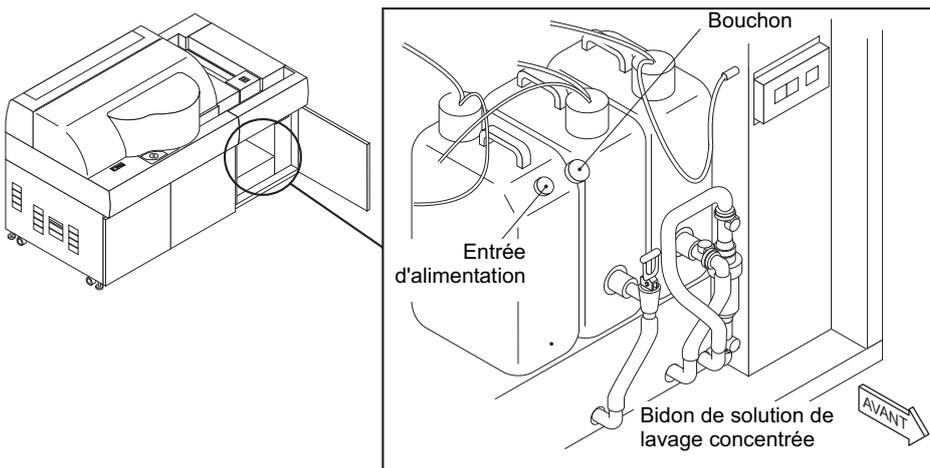

Figure 5-4 : Contrôle de la solution de lavage
Après réapprovisionnement du réservoir de solution de lavage concentrée (Figure 5-4), remplacez-le dans sa position initiale. Veillez à redresser la tubulure et insérez-la au bas du réservoir de sorte que l'air ne soit pas aspiré. Si la tubulure n'est pas correctement redressée, les cuvettes et les agitateurs ne seront pas nettoyés correctement, ce qui peut entraîner des résultats incorrects.
- 1 Vérifiez l'absence de taches ou de cristallisation sur tous les agitateurs (voir Figure 5-4).